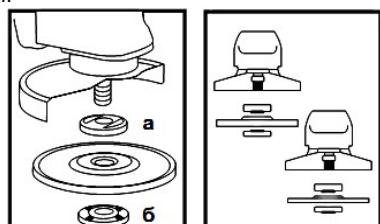

Рисунок 2
4.4 Встановіть на виріб шліфувальний або відрізний круг. Для цього натисніть на кнопку фіксації шпинделя (1) і проверніть шпиндель до положення фіксації.
За допомогою вілочного ключа з комплекту виробу відверніть і зніміть затискну гайку (6) (дивіться рисунок 2). Встановіть шліфувальний диск на посадкове місце фланцевої шайби (а) (рисунок 2), наживіть рукою затискну гайку на шпиндель і затягніть її ключем з комплекту виробу. Відпустіть кнопку фіксації шпинделя і переконайтесь в тому, що кнопка звільнена, через дво-або триразове натискання. Проверніть диск і переконайтесь, що шпиндель розблокований.